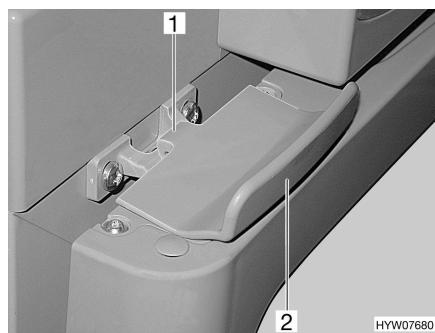

Fig. 94 Bloccaggio della porta del frigorifero, chiuso (Thetford)
- Aprire la porta del frigorifero tirando la maniglia (Fig. 94,2). Il bloccaggio (Fig. 94,1) si sblocca automaticamente.